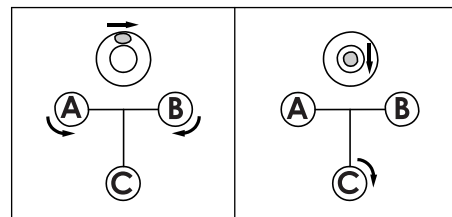

рис.3
3. Выверните измерительный инструмент с помощью винтов-ножек 10, чтобы воздушный пузырь находился в центре окошка круглого уровня 12(рис.3).